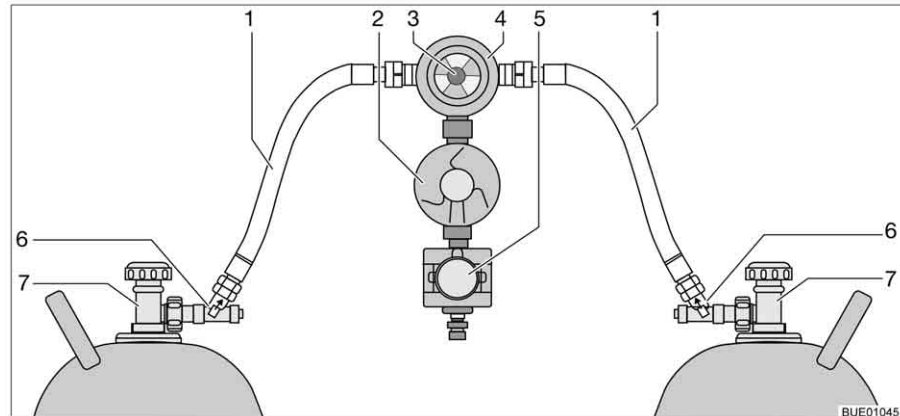

Bild 81 Crash-Protection-Unit-Umschaltanlage
Die Crash-Protection-Unit besteht aus zwei Durchflussbegrenzern mit manueller Entriegelung (Bild 81,6), einem Umschaltventil (Bild 81,4) mit Druckregler (Bild 81,2), einem Elektroventil (Bild 81,5) und der Bedieneinheit mit dreifarbigem LED. Das Umschaltventil ist zwischen den beiden Gasschläuchen (Bild 81,1) montiert.
Mit dem Drehknopf (Bild 81,3) am Umschaltventil lässt sich bestimmen, welche der Gasflaschen als Betriebsflasche und welche Gasflasche als Reserveflasche verwendet wird.
An der Bedieneinheit (Bild 82) können nur die elektrischen Funktionen geschaltet werden. Die Haupt-Absperrventile der Gasflaschen (Bild 81,7) und die Entriegelungen (Bild 81,6) müssen von Hand geöffnet werden.
- Haupt-Absperrventile an den Gasflaschen (Bild 81,7) öffnen.
- Entriegelungen (Bild 81,6) nacheinander 10 Sekunden lang drücken.
- Mit dem Drehknopf (Bild 81,3) am Umschaltventil (Bild 81,4) die Gasflasche wählen, der vorrangig das Gas entnommen werden soll (Betriebsflasche).
- Haupt-Absperrventile an den Gasflaschen (Bild 81,7) schließen.